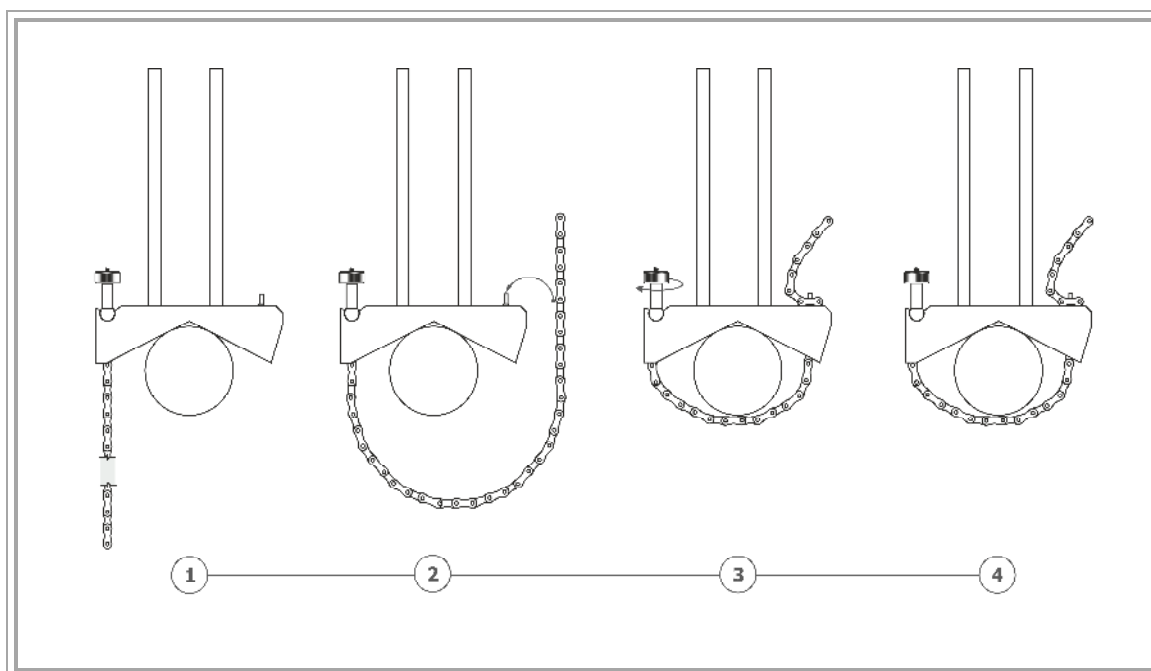
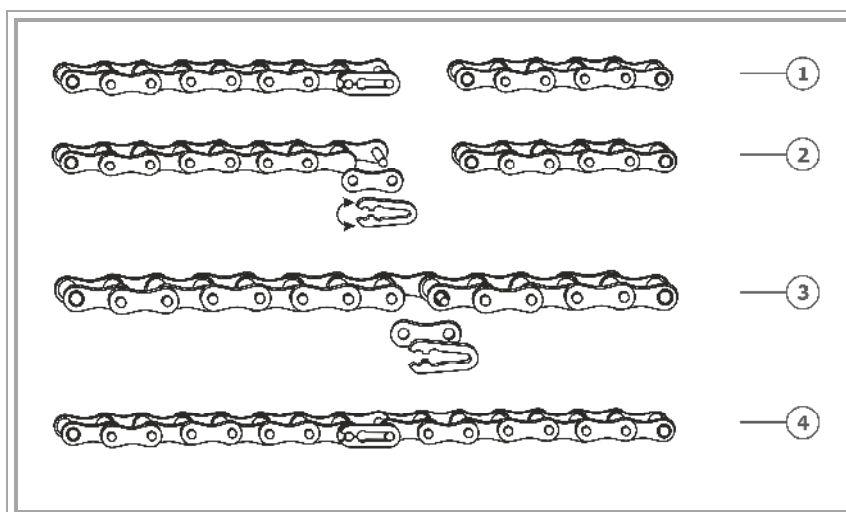
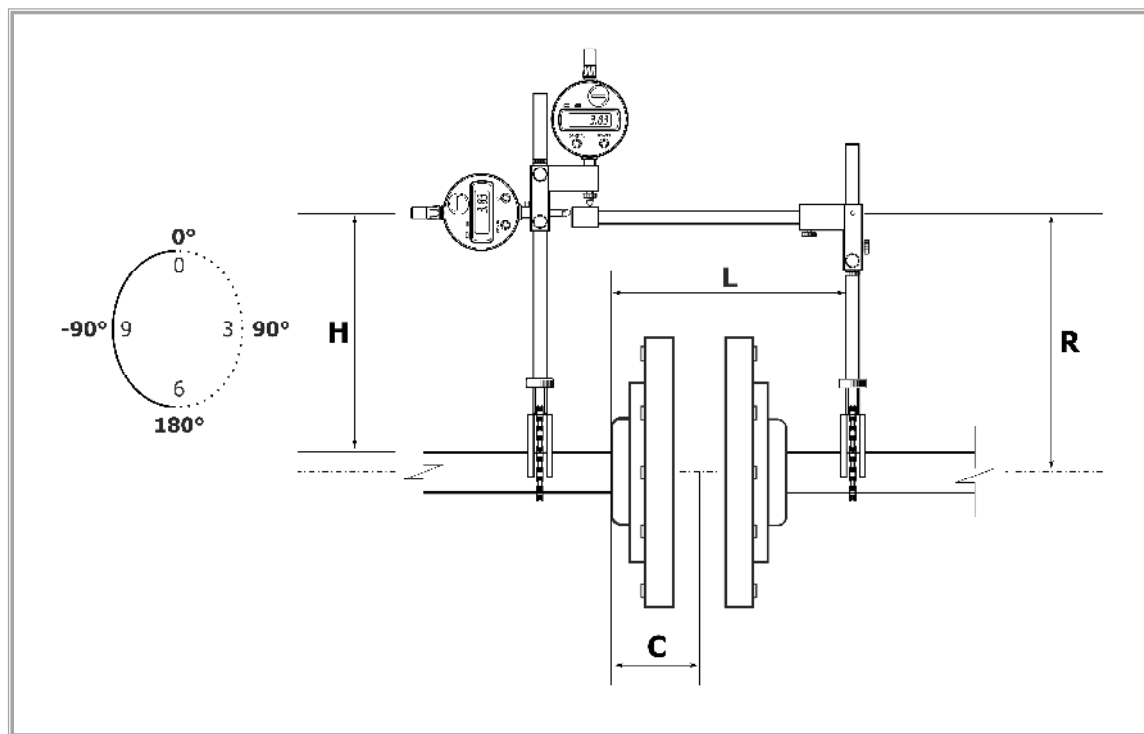
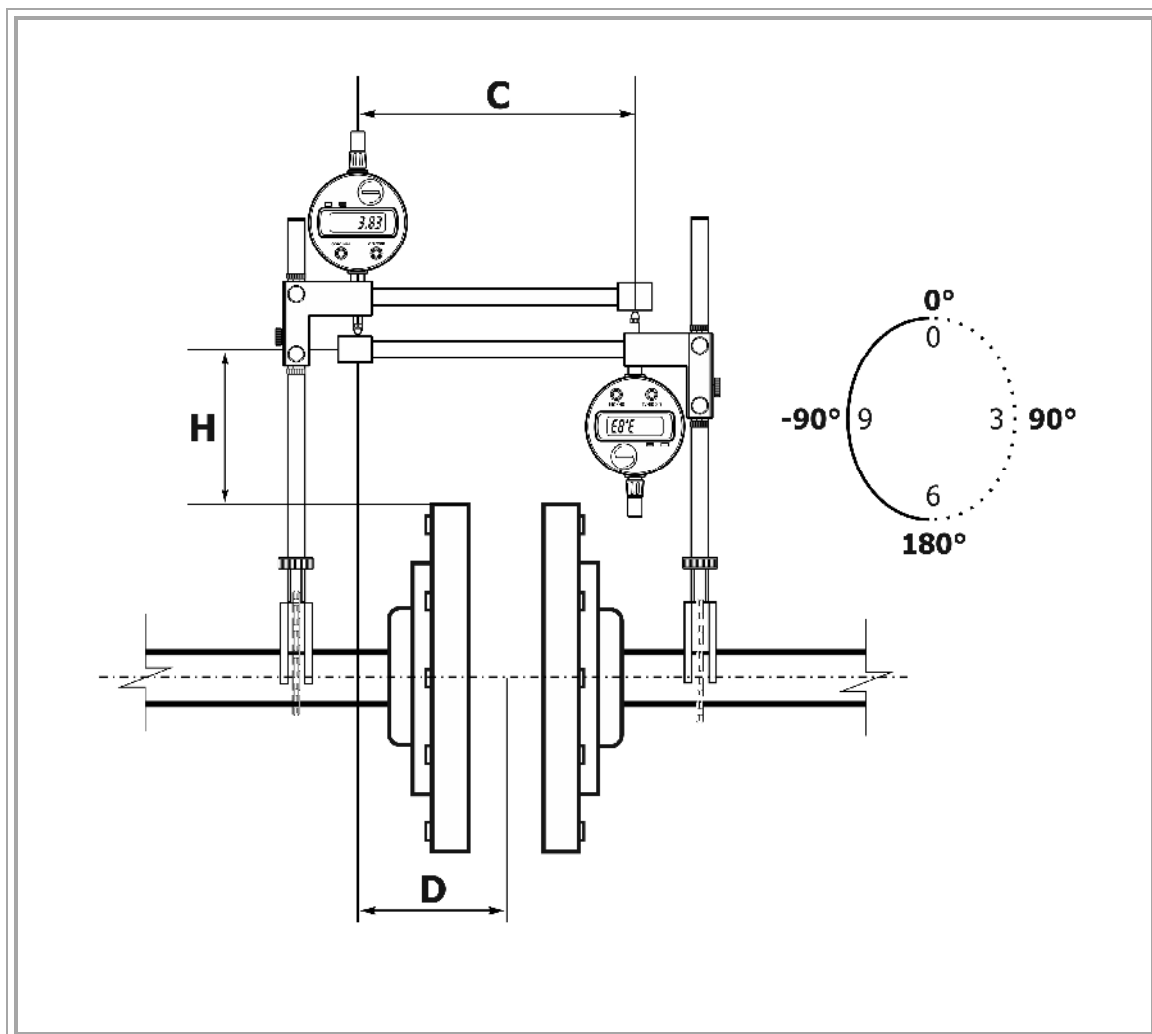

Рис. 4-3. Установка крепежных призм на валы.
Рис. 4-4. Соединение цепей.
Рис. 4-5. Схема установки БИЦ на крепежные призмы при радиально-осевом методе измерения.
Рис. 4-6. Схема установки БИЦ на крепежные призмы при методе обратных индикаторов.
1. Установите крепежные призмы **СТРОГО** на валы машин или полумуфты с помощью цепей. Форма валов и полумуфт для центровки при этом значения не имеют (Рис. 4-3, этап 1). Если длина цепи крепежной призмы оказалась недостаточной, используйте удлинительную цепь. Цепи соединяются с помощью замка, расположенного на конце натяжной цепи (Рис. 4-4).
2. Затяните цепи затяжными винтами, чтобы предотвратить проскальзывание призм по валу или полумуфте (Рис. 4-3, этап 2, 3). При необходимости можно увеличить длину стандартной стойки, вкрутив стойки на 75 мм.
3. Установите измерительные блоки на крепежные призмы в зависимости от используемого метода центровки: радиально-осевой (Рис. 4-5) или метод обратных индикаторов (Рис. 4-6). Закрепите их при помощи фиксирующих винтов (Рис. 4-3, этап 4). Используйте ключ затяжной для затяжки всего крепежа.
При центровке с помощью метода обратных индикаторов используется две штанги. Универсальный держатель со стороны неподвижной машины необходимо установить на стержнях таким образом, чтобы контактная площадка штанги, закрепленной в этом держателе, находилась над держателем, расположенным со стороны подвижной машины (Рис. 4-6). При этом контактная площадка штанги, закрепленной в держателе со стороны подвижной машины, будет находиться под держателем со стороны неподвижной машины. Индикатор со стороны неподвижной машины устанавливается штоком по направлению к оси вращения вала. Шток индикатора, установленного на держателе со стороны подвижной машины, должен быть направлен от оси вращения вала. Для повышения точности центровки необходимо, чтобы расстояние между штоками индикаторов C (Рис. 4-6) было не менее 100 мм.